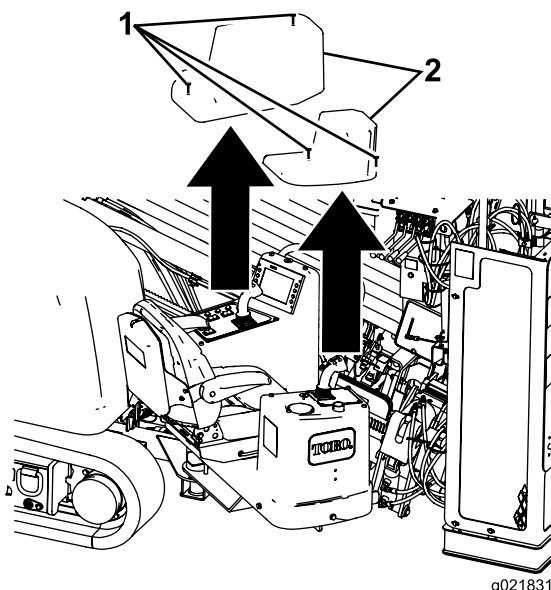

Bild 77
3. Entfernen Sie die vier Schrauben der Abdeckungen der Bedienfelder und nehmen Sie die Abdeckungen ab (Bild 77).